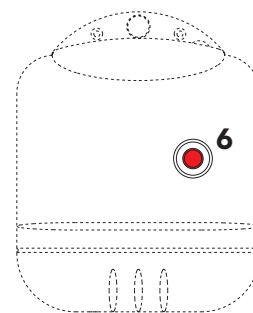

fig. 1
Pour un arrêt de courte durée il suffit de mettre l'interrupteur 5 (Fig1) sur le panneau de commandes, sur «0»
- a blocage du brûleur signalé par le voyant 6 (fig.1) Se reporter au manuel du brûleur.